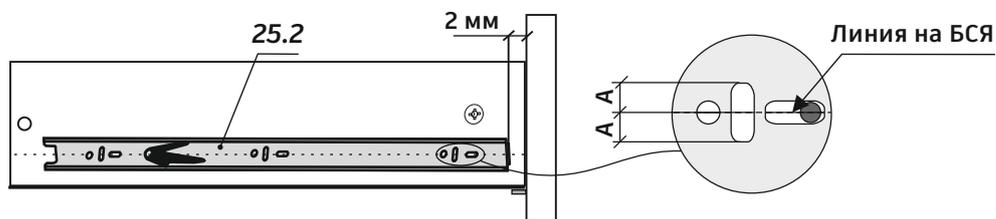

Рис.9
2. Приложить направляющую (п. 25.2) к каждой боковой стенке ящика так, чтобы центры отверстий направляющей совпали с линией на боковой стенке ящика, выдержав размеры, показанные на рис.9.